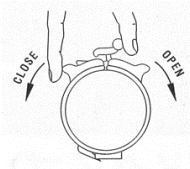
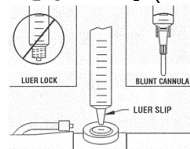

FIG. 3
FIG. 4
8. 排尿口を開放し尿を排出するには、スプラッシュガードの白いレバーを時計回りに動かす。排尿口を閉じるときは、レバーを反時計回りに、カチッとロックされるまで動かす(FIG. 3)。
9. 尿標本を採取するには、サンプリングポート表面を消毒剤で拭く。ルーアースリンジあるいはブラントチップカニューラの先端をニードルレスサンプリングポートの中央に挿入する(FIG. 4)。標本を採取したらシリンジを抜き取る。
注意：ルーアロック方式のシリンジは使用不可 [サンプリングポートに挿入できないため] (FIG. 4)。
- ④カテーテルの体外に出ている部分を切断する。ただし断端を尿道内に押し込まないようにコッヘル等で固定して処置を行う(図3)。場合によってはインフレーションルーメンに合う径の留置針を差し込み、再度ゆるやかにポンピングを試みる(図4)。
(図3)
(図4)